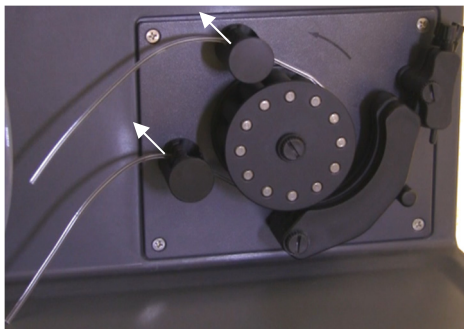

Figura 11. Pompa peristaltica con barre della pressione sollevate e barra libera rivolta verso il basso. I tubi possono così essere allentati.
- a Spingere verso l'alto le viti delle barre. Ciò li libera dalla barra della pressione (fare riferimento alla Figura 11).